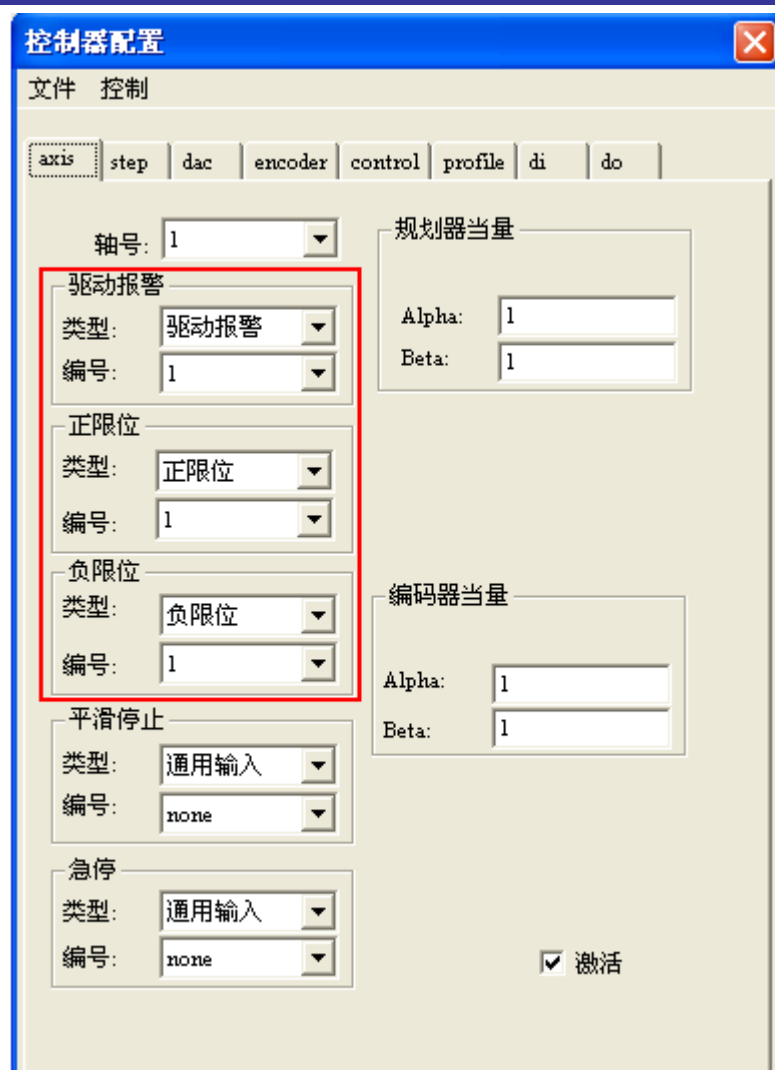
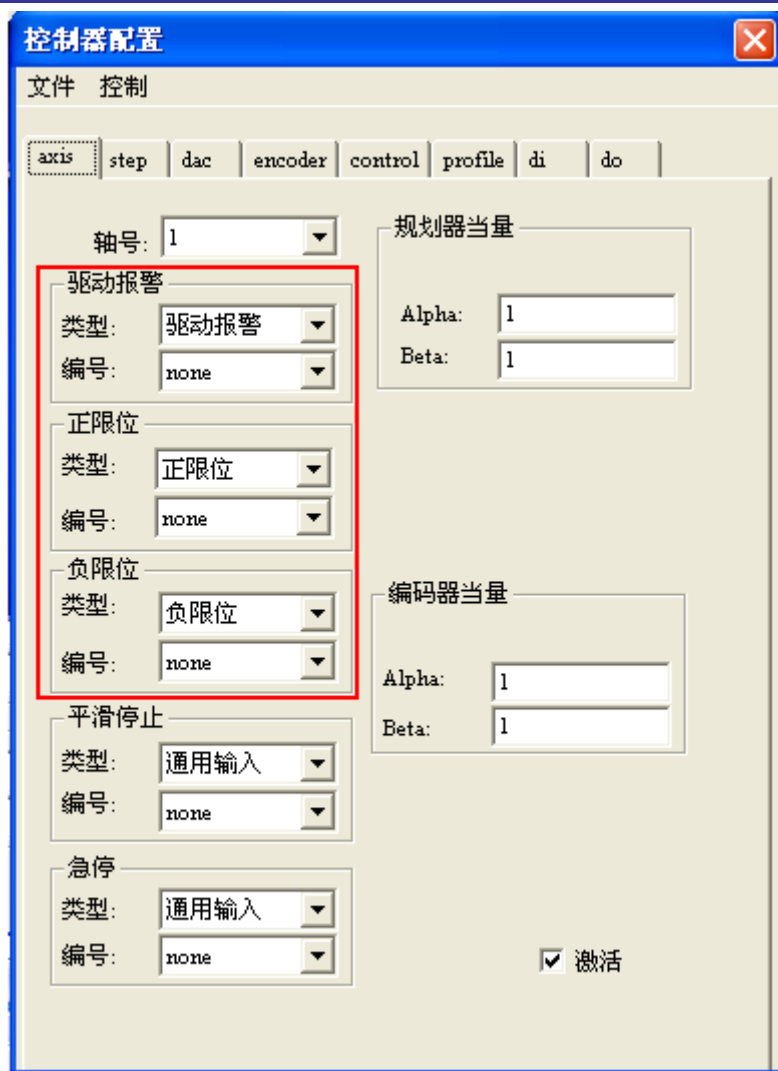

图 4-5 控制器配置模块对话框
图 4-6 无效限位以及驱动报警设置
1) 以第 1 轴为例，操作如下：点击 MCT2008 主界面菜单“工具”-->“控制器配置”，将会弹出控制器配置模块对话框。如图 4-5 所示。
- 2) 图 4-5 中显示“axis”配置状态为轴 1 的驱动报警绑定在 1 号驱动报警信号上，正限位绑定在 1 号正限位信号上，负限位绑定在 1 号负限位信号上。此时，由于未接传感器，而控制器默认状态下以上信号都是触发的。因此，应将以上信号无效掉，即各编号设置为“none”，操作如图 4-6 所示：
- 1) 启动 MCT2008，如图 4-4 所示，复位控制器。点击主界面菜单“工具”->“控制器配置”，将会弹出控制器配置模块对话框，如图 4-5 所示。首先，将轴 1 的报警无效掉，如图 4-6 所示。接着，将标签页切换到“dac”标签页，选择 dac 编号 1，将 dac 绑定到轴 1 上输出，其他的设置采取默认的设置，如图 4-9 所示：
(4) 对话框右边的一排按钮可以对轴进行一些操作。
- a) 控制器存在伺服报警，此时请按图 4-6 重新进行设置并按图 4-8 写入到控制器中。